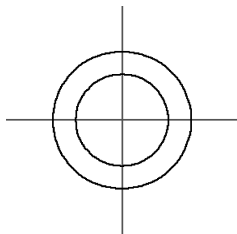

图 5-108 绘制同心圆
(3) 将“2”图层设置为当前图层，单击“默认”选项卡“绘图”面板中的“圆”按钮，以(75, 100)为圆心，绘制半径为 15 和 10 的两个同心圆，如图 5-108 所示。
(4) 单击“默认”选项卡“修改”面板中的“打断”按钮，将超出圆外的直线修剪掉，命令行提示与操作如下：